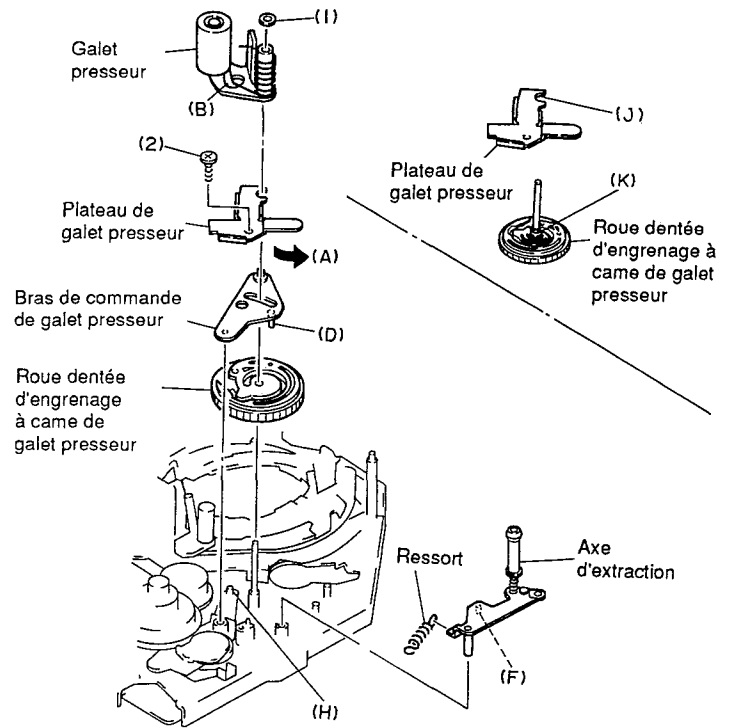

Fig. 2-8
2-7 Galet presseur (Fig. 2-8)
2-8 Plateau de galet presseur, axe d'extraction, bras de commande de galet presseur, roue dentée d'engrenage à came de galet presseur (Fig. 2-8, 2-9)
- 1) Retirer la vis de fixation (2) qui immobilise le plateau de galet presseur. (Voir la figure 2-8)
- 2) Déplacer la plaque de fixation du galet presseur en agissant dans la direction indiquée par la flèche (C) et retirer la plaque de galet presseur. (Voir la figure 2-8)
- 3) Retirer le ressort. (Voir la figure 2-8)
- 4) Dégager l'axe d'extraction du châssis. (Voir la figure 2-8)
- 5) Retirer le bras de commande de galet presseur du châssis. (Voir la figure 2-8)
- 6) Dégager la roue dentée d'engrenage à came de galet presseur de l'axe de galet presseur. (Voir la figure 2-8)
- Remonter le bras de commande de galet presseur de telle sorte que la goupille (D) du bras s'engage dans la gorge (E) de la surface de la roue dentée d'engrenage à came de galet presseur. (Voir les figures 2-8, 2-9)
- Remonter l'axe d'extraction de telle sorte que la goupille (F) de l'axe s'engage dans la gorge (G) de la surface de la roue dentée d'engrenage à came de galet presseur. (Voir les figures 2-8, 2-9)
- Remonter la roue dentée d'engrenage à came de galet presseur de telle sorte que la goupille (H) du bras de blocage de trappe à cassette s'engage dans la gorge (I) qui se trouve au dos de la roue dentée d'engrenage à came de galet presseur. (Voir les figures 2-8, 2-9)
- Remonter la plaque de galet presseur (J) en la faisant coulisser dans la gorge (K). (Voir la figure 2-8)